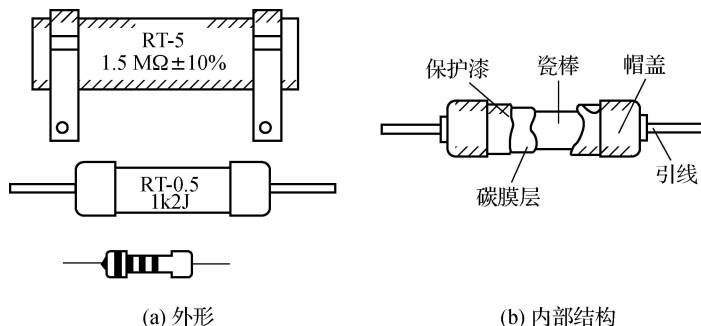

图 1-9 碳膜电阻器的外形和内部结构
(3)碳膜电阻器。碳膜电阻器是由结晶炭沉积在磁棒或瓷管骨架上制成的,稳定性好、高频特性较好,并能工作在较高的温度下(70℃)。改变碳膜的厚度和用刻槽的方法变更碳膜的长度,可以得到不同的阻值。目前在电子产品中得到广泛的应用,其涂层多为绿色。碳膜电阻器的外形和内部结构如图 1-9 所示。